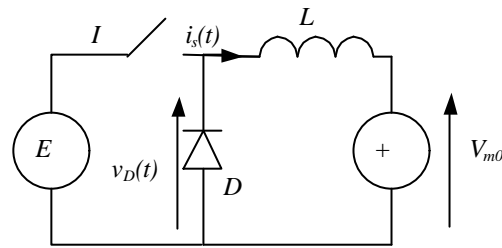

Figure 4.
- la charge est constituée du moteur à courant continu M de l'exercice 1. Le moteur seul est assimilable à une source de tension constante V_{m0} (figure 4) ;